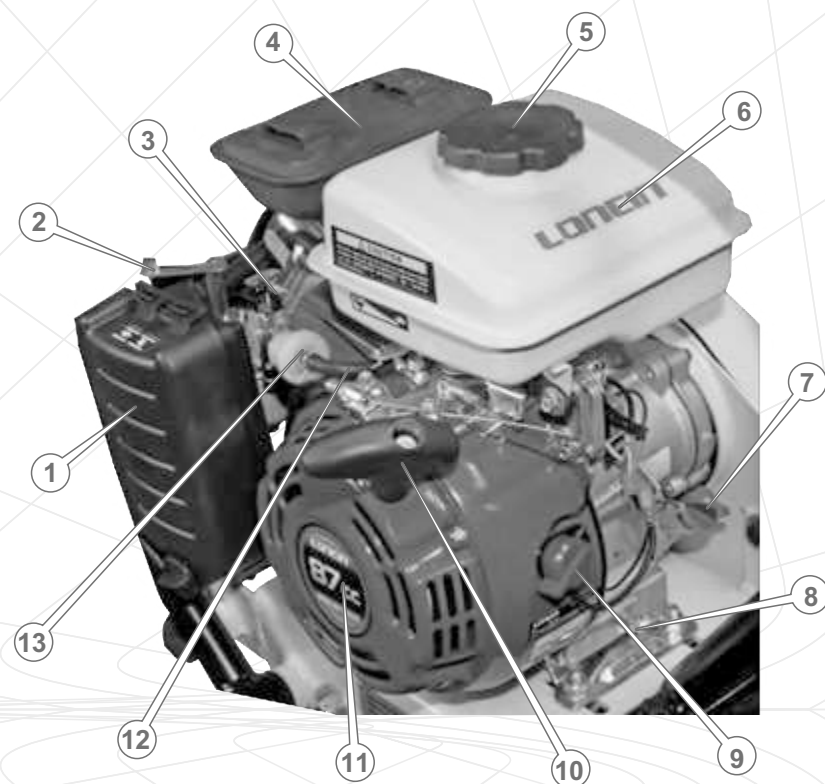

Рисунок 2
10. Двигатель в сборе (подробно см. рисунок 2).